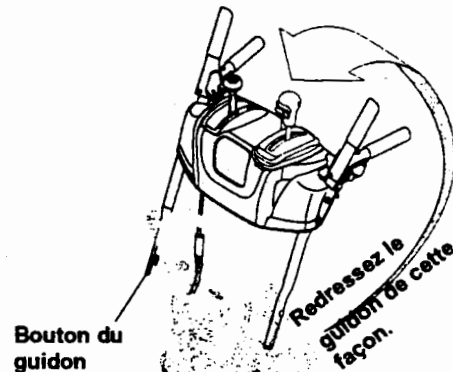

Figure 1
1. Redressez le guidon supérieur de la manière indiquée à la Figure 1. Alignez les guidons supérieur et inférieur.
2. Serrez les deux boutons pour bien maintenir les guidons supérieurs sur le guidon inférieur. Voir la Figure 1.